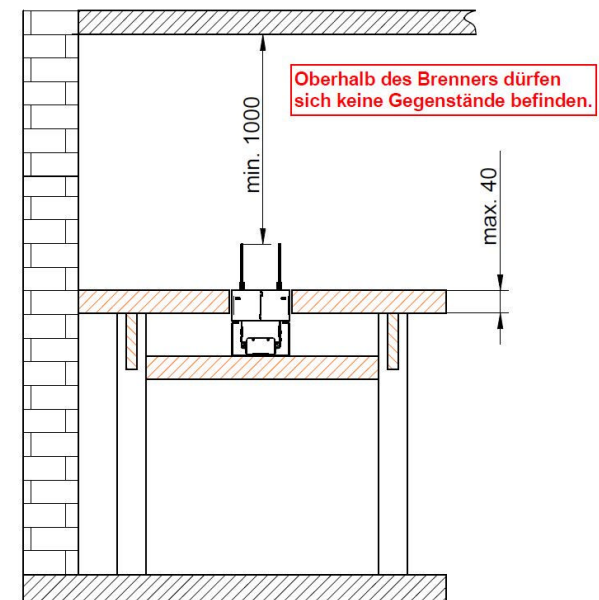
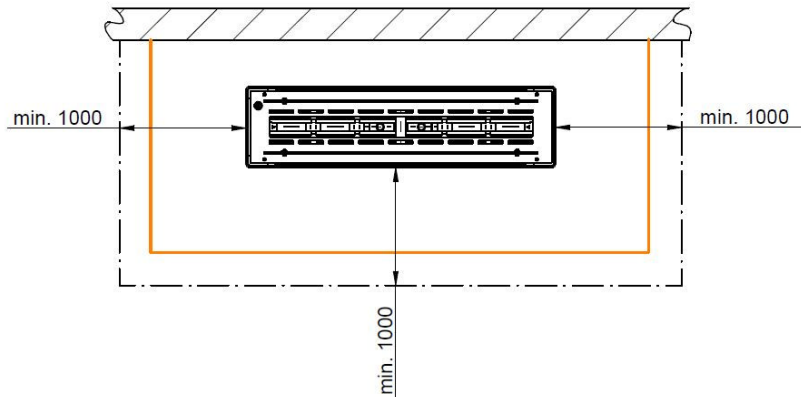

Abb. 6 Mindestabstand zur Decke
Abb. 7 Mindestabstände zu brennbaren Bauteilen
- Zu seitlichen brennbaren Bauteilen, Möbeln, Dekorationen oder Vorhängen ist ein **Mindestabstand von 1000 mm** (siehe Abb.7) einzuhalten, um ausreichend Wärmeschutz zu gewährleisten! Oberhalb des EBIOS-FIRE-Möbel, bis zur Zimmerdecke (**mind. 1000 mm**), dürfen sich **keine Gegenstände** befinden (siehe Abb. 6)!